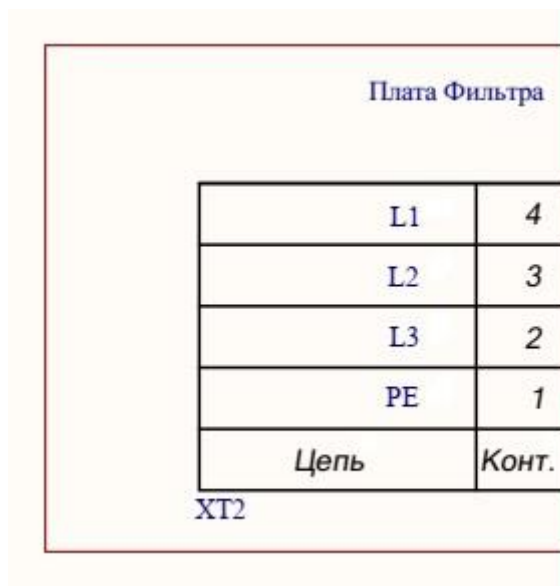

Рисунок 3 – Соединитель *XT2* на плате фильтра
7.1 Перед включением ЗУ в испытательную схему необходимо сначала выполнить контрольные измерения между контактными зажимами соединителя *XT2*, расположенного на плате фильтра (рисунок 3)